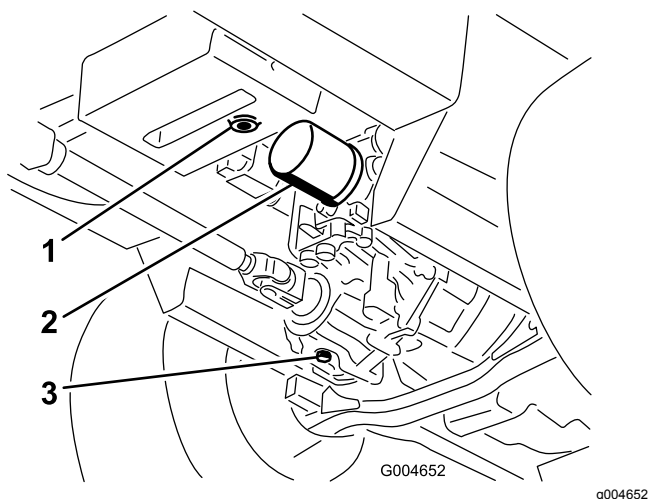

Figura 57
3. Mettete una bacinella grande sotto il serbatoio idraulico e la scatola della trasmissione, togliete i tappi e lasciate defluire tutto il fluido idraulico (Figura 57).
4. Pulite attorno al filtro del fluido idraulico e rimuovete il filtro (Figura 57).